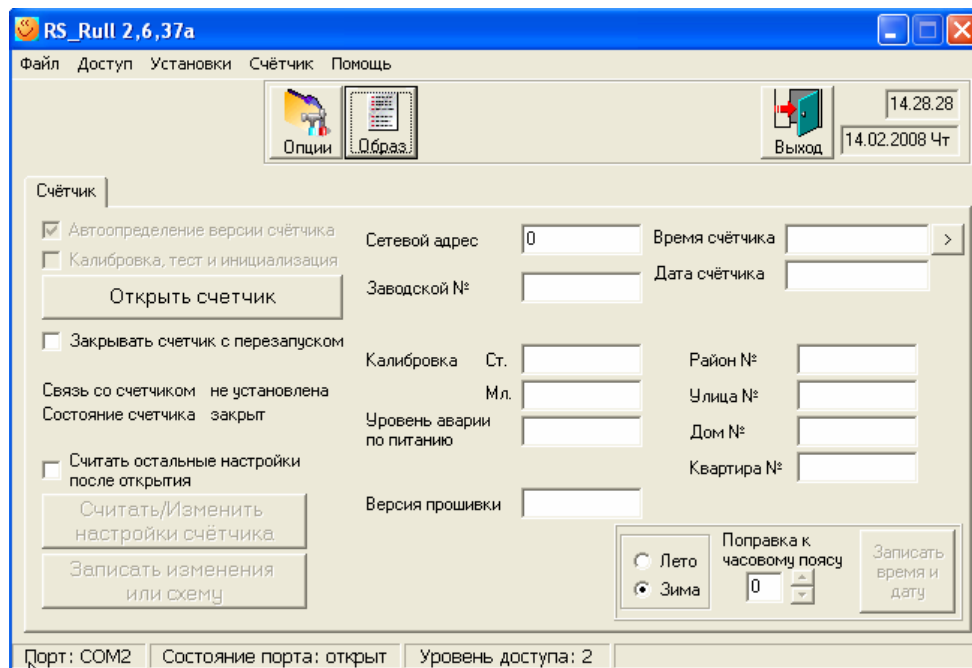

Рис. 2
- 3.2.1.2 В случае если уровень доступа «2» и доступ получен, но связь со счетчиками не установлена, открывается окно см. Рис. 2. Следует провести мероприятия по обеспечению связи со счетчиками.